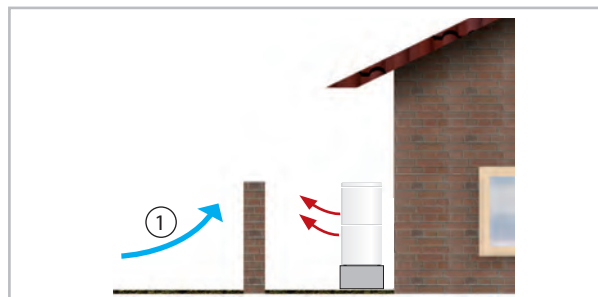
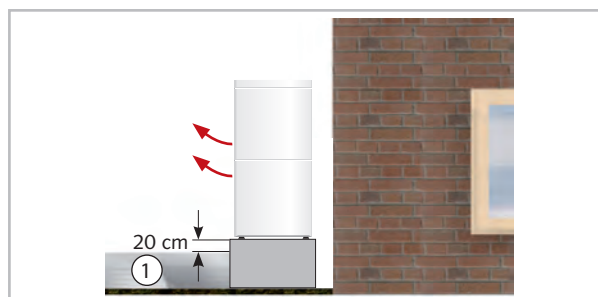

Abb. 34: Schutz vor Wind
Abb. 35: Schutz vor Schnee
- Wird das Gerät in einer Gegend mit starkem Wind aufgestellt, muss es vor dem Wind geschützt werden und es wird ein zusätzliches Stabilisieren empfohlen. Das kann z.B. mit Drahtseilen oder anderen Konstruktionen realisiert werden (Abb. 34). Bei der Montage sind Schneegrenzen zu beachten (Abb. 35).
- Beachten Sie bei der Aufstellung die zu erwartende Schneehöhe und eine Erhöhung um ca. 20 cm, damit ganzjährig ein freies Ansaugen und Ausblasen der Außenluft gewährleistet werden kann (Abb. 35).